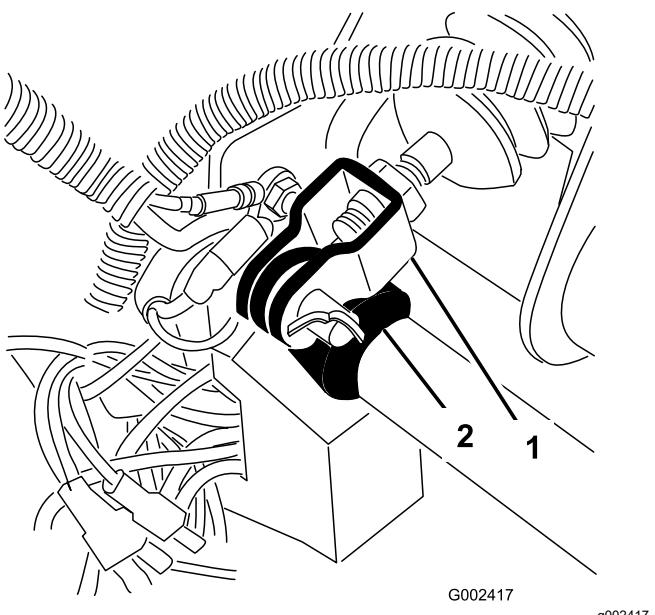

Figura 61
1. Retire el pasador de horquilla y la chaveta que fijan la horquilla del cilindro maestro al pivote del pedal de freno (Figura 61).